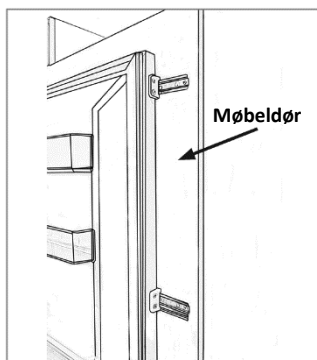

Fig.14
- Det endelige resultatet av dørglidene skal være lignende som det som vist i Fig. 14, som viser to glidere på plass.